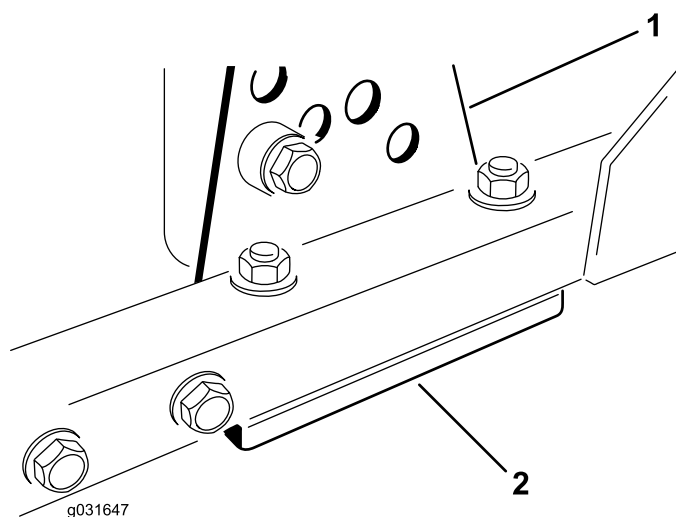

Figura 71
1. Retire o suporte da altura de corte (frente, esquerda ou direita) da estrutura da plataforma (Figura 71).
2. Ajuste os calços de 1,5 mm e/ou de 0,7 mm entre a estrutura da plataforma e o suporte para obter a altura de corte pretendida (Figura 71).
3. Instale o suporte da altura de corte na estrutura da plataforma; instale os calços restantes debaixo do suporte da altura de corte (Figura 71).